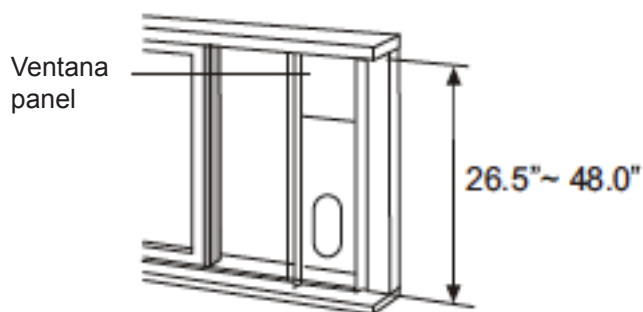

Fig. 9
2. Coloque el kit deslizante de la ventana en la repisa. Ajuste la longitud del kit deslizante al ancho de la ventana, disminuya el kit ajustable si el ancho de la ventana es inferior a 26,5 cm. Abra la ventana e instale el kit deslizante sobre la repisa. Véase la Fig. 9.